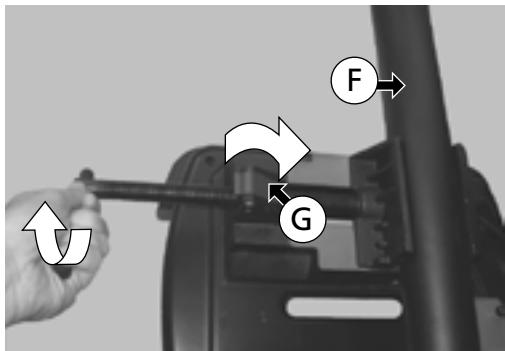

Fig. 18
4. Soulever et refaire tourner d'un « demi filet » (G) - (fig. 18) - pour fixer la vis. Appuyer sur la tige de serrage de la vis pour que la pièce soit fermement maintenue dans l'étau - (fig. 18).